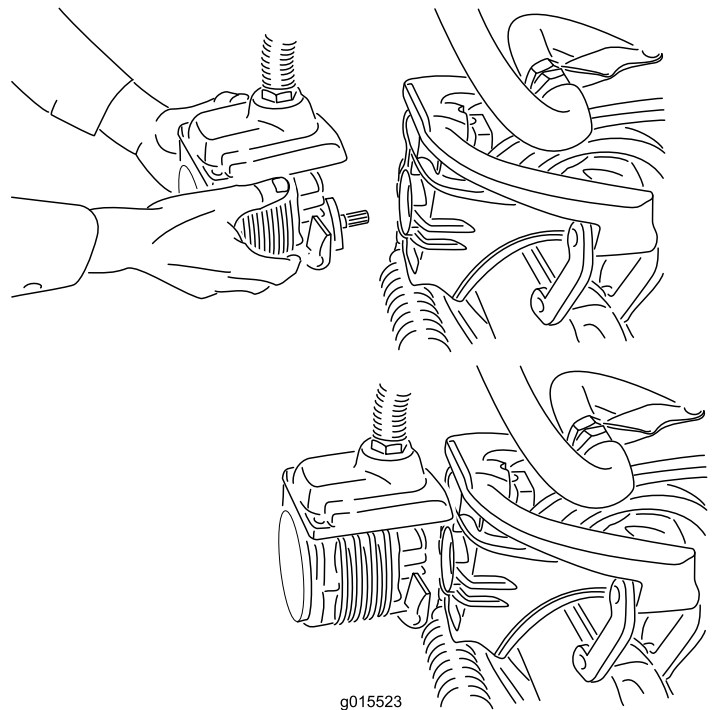

Bild 39
4. Legen Sie den Motor am Aufbewahrungsort vorne am Aufhängearm ab (Bild 39).